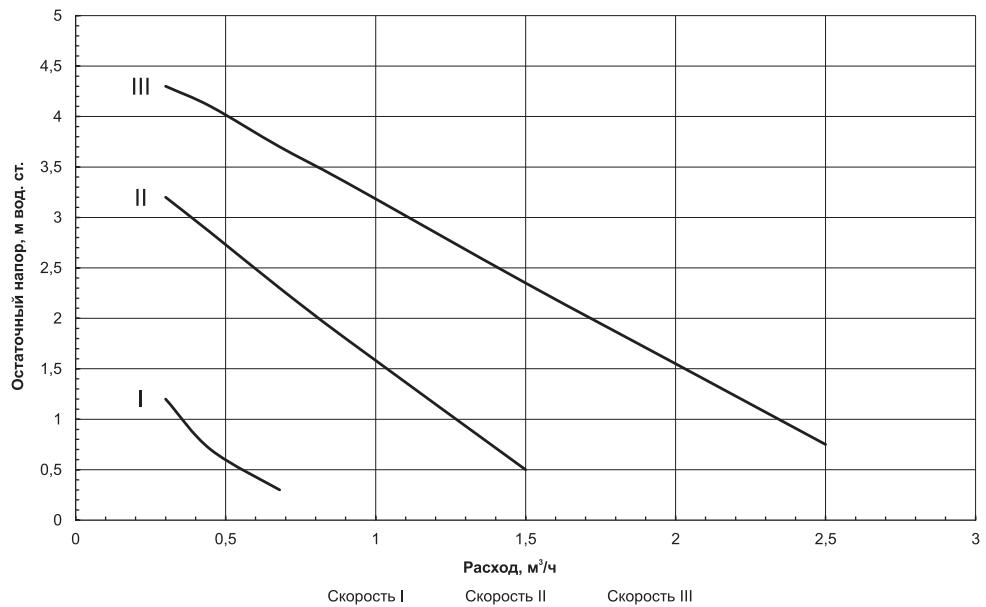

Рис. 19 Напорные характеристики циркуляционного насоса 20/60
* Напорные характеристики циркуляционного насоса приведены на Рис. 19.